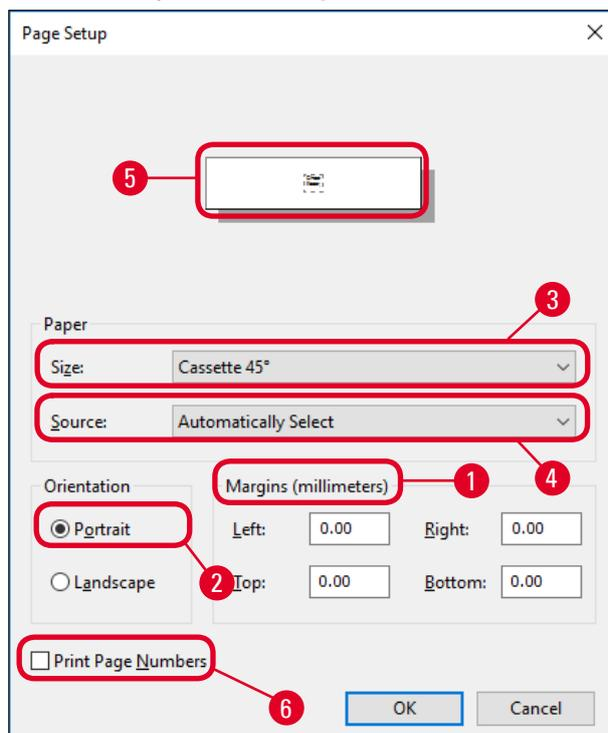

Abb. 45
3. Zunächst sind die Seiteneinstellungen auszuwählen: Durch Klicken auf **File** > **Page Setup** (Seite einrichten) das Dialogfeld **Page Setup** öffnen (→ "Abb. 45").